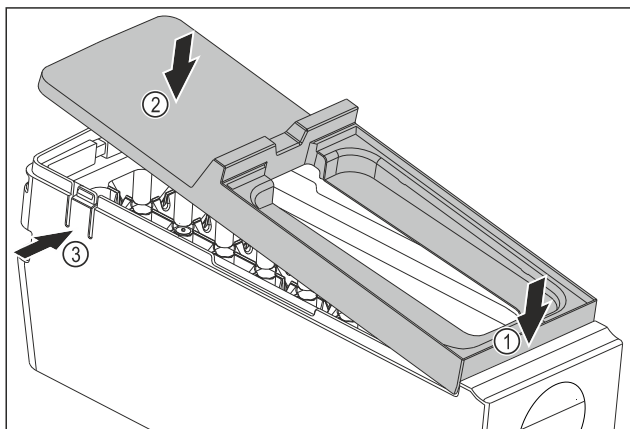

Fig. 94
- Monter dekselet til hoveddelen til EasyTwist-Ice: Fest dekselet foran. Fig. 94 (1)
- Senk dekselet bak. Fig. 94 (2)
- ▷ Dekselet går hørbart i inngrep i begge tappene Fig. 94 (3).